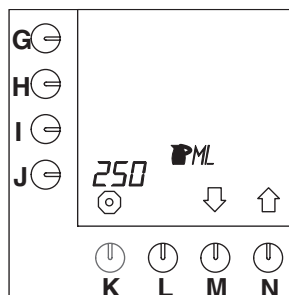

Abb. 36 Inhalt einer Kanne
- Drücken Sie auf die Wahl Taste (N.)↑, bis Abb.36 im Display erscheint.